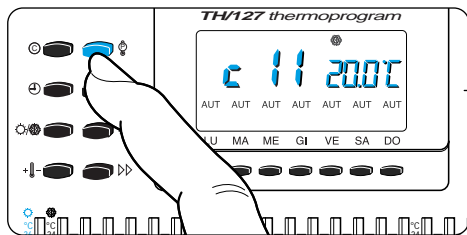

Fig. 35
11.1 - Premere il pulsante  (fig. 35).
12.1 - Premere il pulsante \odot (fig. 35).